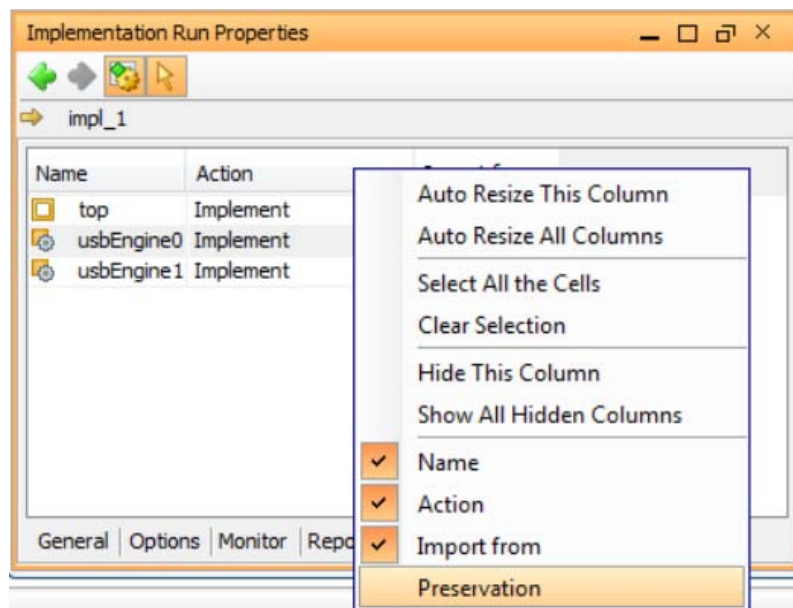

図 21 : PlanAhead に保持レベル属性を表示
4. 表のヘッダを右クリックし、[Preservation] をクリックしてこの列を表に追加します (図 21)。